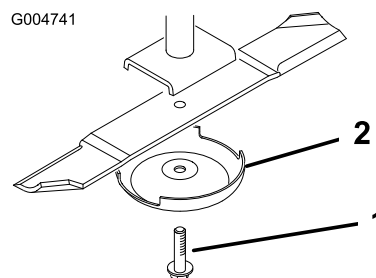

Bild 98
3. Entfernen Sie die Messerschraube, die Antiskalpieerkuppe und das Messer von der Spindelwelle (Bild 98).